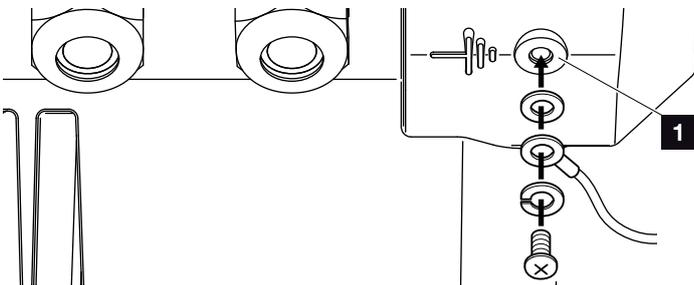

Fig. 24 : Connecteur PE propre à chaque pays
- 9. Dans les pays imposant un second raccordement à la Terre (PE), raccorder celui-ci à l'endroit indiqué du boîtier en respectant le couple de serrage prescrit de 3 Nm (M6). **!** **☑** **Fig. 24, pos. 1**